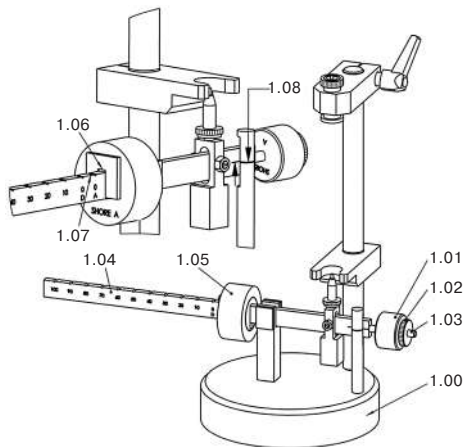

Рис.1. Установка диапазонов измерений по Шору А, В, 0, А0, Е AND L, L/C.
- Закрутите противовес по Shore A (1.01, Рис.1) и гайку с накаткой (1.02, Рис.1) на шпindel с резьбовым концом (1.03, Рис.1) балансирующего плеча (1.04, Рис.1).
i Гайка (1.02, Рис.1) закрепляет противовес (1.01, Рис.1).
- Переместите противовес Shore A (1.05, Рис.1) на ноль, позиция «А» (1.07, Рис.1).
! Упорная пластинка (1.06, Рис.1) подвижного груза (1.05, Рис.1) должна быть со свободной стороны балансирующего плеча (1.04, Рис.1).
- Поворачивайте противовес (1.01, Рис.1) пока отметки (1.08, Рис.1) не совпадут.
- Зафиксируйте противовес (1.01, Рис.1) гайкой с накаткой (1.02, Рис.1).